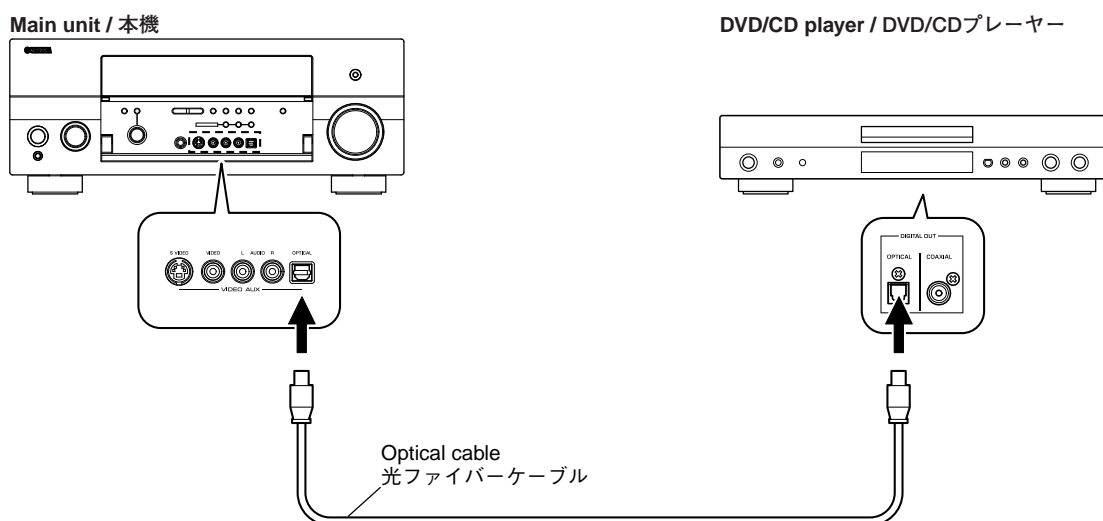

Fig. 16
1. Connect the main unit and DVD/CD player as shown below. (Fig. 16)
1. 本機とDVD/CDプレーヤーを下記のように接続します。(Fig. 16)